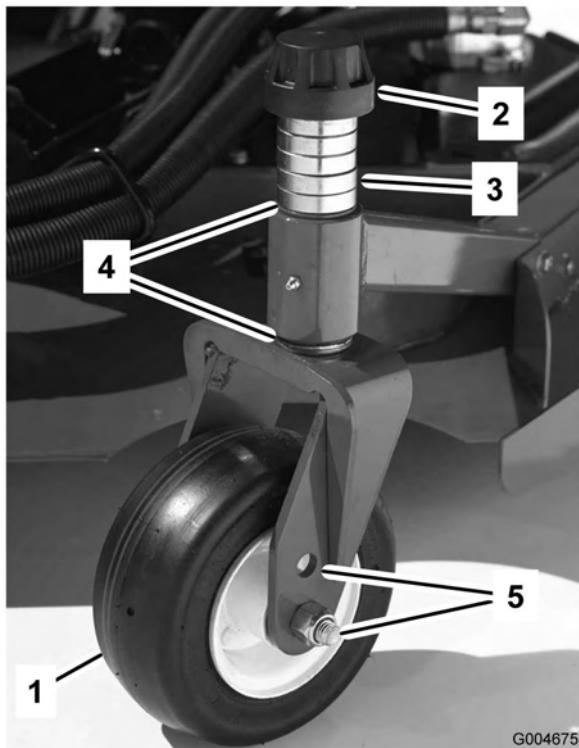
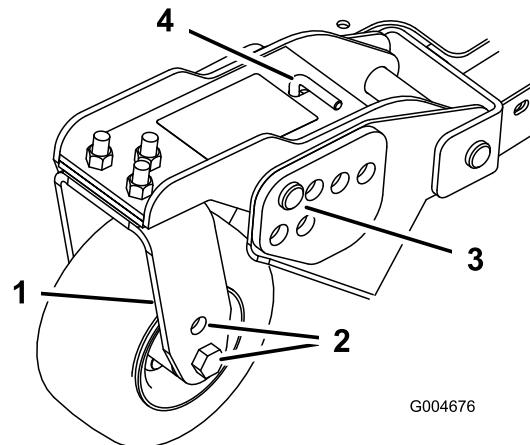
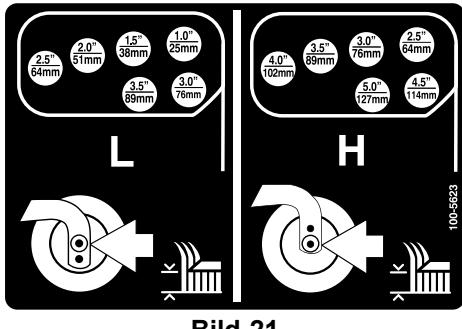

Bild 18
Bild 20
Bild 21
1. Stecken Sie die Laufradachsen in allen Gabeln in die gleichen Löcher (Bild 18 und Bild 20). Siehe die nachstehende Tabelle, um das richtige Loch für die jeweilige Einstellung festzustellen.
2. Entfernen Sie die Spannkappe von der Spindelwelle (Bild 18) und ziehen die Spindel aus dem Laufradarm heraus. Ziehen Sie zwei Beilagscheiben (3 mm) so auf die Spindelwelle, wie sie ursprünglich montiert waren. Diese Beilagscheiben sind erforderlich, um alle Mähwerke über die Breite auf ein Niveau zu bringen. Ziehen Sie die erforderliche Anzahl von 13-mm-Distanzstücken (siehe die nachstehende Tabelle) auf die Spindelwelle, um die gewünschte Schnitthöhe herbeizuführen; ziehen Sie dann die Scheibe auf die Welle auf.
4. Entfernen Sie den Splint und den Lastösenbolzen von den Laufradgelenkkarmen (Bild 20).
5. Drehen Sie die Spannstange, um den Gelenkarm anzuheben oder abzusenken, bis die Löcher mit den ausgewählten Löchern in der Schnitthöhenhalterung im Mähwerkrahmen ausgerichtet sind (Bild 20 und Bild 21).